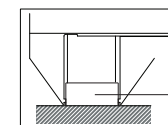

Abb. 2
(2) Kalibrierungsmethode für die '0' Position des Zahnhöhenmessers: Nehmen Sie einen Passring der Klasse 3, dessen Größe der Untergrenze des gemessenen Moduls entspricht. Wischen Sie dann die Oberfläche der Granitmessplatte (Klasse 1) ab, legen Sie den Passring auf die Platte und drücken Sie den Zahnhöhenmessschieber mit der linken Hand so, dass die beiden Messbacken des Zahnhöhenmessers Kontakt mit der Platte haben, wie in Abb. 2 dargestellt. Bewegen Sie langsam den Nonius des Zahnhöhenmessers mit der rechten Hand, die Messfläche des Zahnhöhenmessers und den Messblock mit der rechten Hand. Nachdem der Kontakt stabilisiert ist, sollten die '0' Linie und die Endlinie auf dem Nonius jeweils mit der entsprechenden Linie auf dem Linealkörper übereinstimmen.